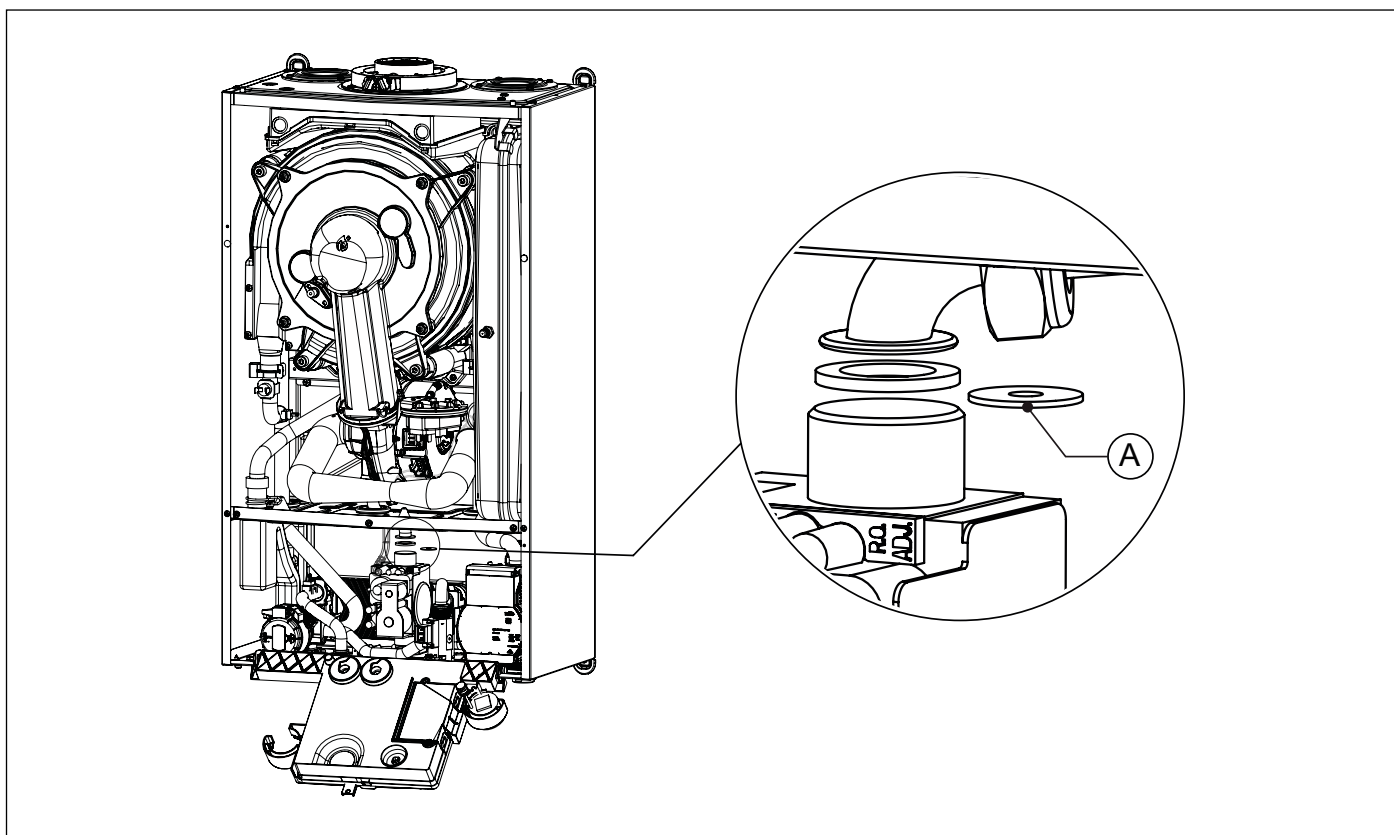

Fig. 25 Înlocuirea diafragmei de gaz
- Deconectați teava de pe vana de gaz (consultați Fig. 25 Înlocuirea diafragmei de gaz).
- Înlocuiți diafragma de gaz (A) cu diafragma nouă de gaz (consultați Fig. 25 Înlocuirea diafragmei de gaz și Tab. 12 Diametrul diafragmelor de gaz (mm)).